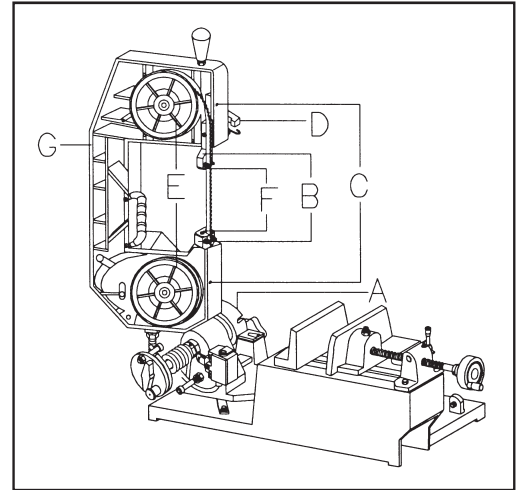

Fig. 5
1. Relevez la tête de coupe à 90 degrés en soulevant légèrement le bouton (A) de la Fig. 5, de manière à libérer la goupille d'arrêt et à la faire coulisser dans la rainure permettant de positionner le bras de la scie en position verticale.
2. Otez les protections de lame (B) et le couvercle de lame, en desserrant les deux boulons (C) du bâti de la scie.
3. Repoussez la manette de tension (D) vers la gauche pour permettre à la lame de se dégager.
4. Otez la lame des deux volants (E) et des roulements de guidage de lame.
7. Remettez en place les protections et le couvercle (G) de lame. Mettez en marche la machine pour vérifier si la lame tourne correctement.